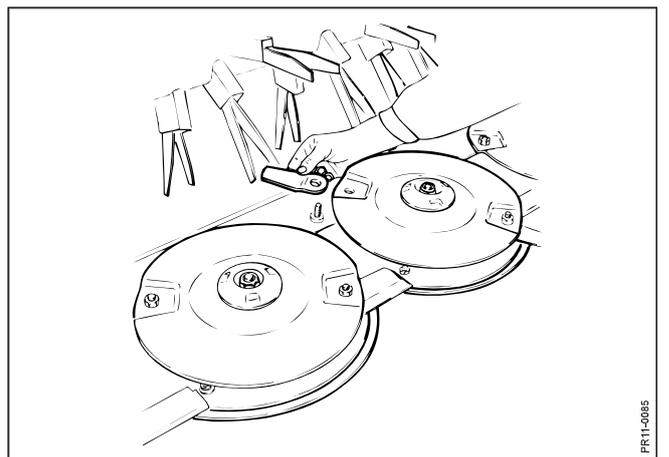

Рис. 5-9
- Рис. 5-9 Для эффективного кошения необходимо, чтобы ножи и противорежущая пластина были острыми и в исправном состоянии. Для замены ножа отверните крепежный болт и вытяните его вниз из диска. Это легко сделать, когда нож находится в переднем положении, так что его болт выпадает через отверстие в камнезащите. Удалите изношенный нож, установите новый и закрепите болтом.